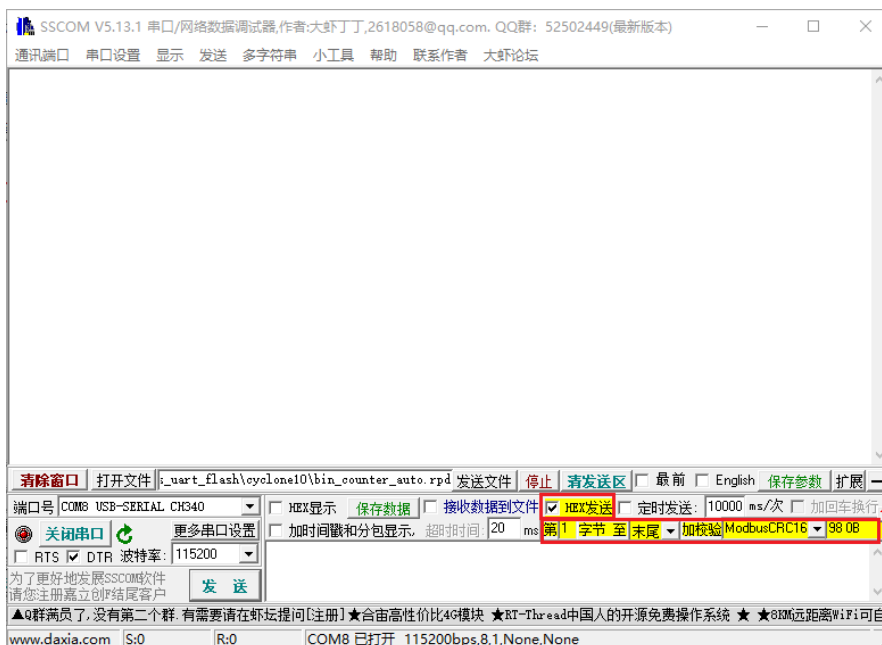

图 1-19 配置串口调试助手
2. 配置串口助手用于发送更新命令，打开串口调试助手，勾选 HEX 发送，在末尾加校验 ModbusCRC16，如下图 1-19 所示。